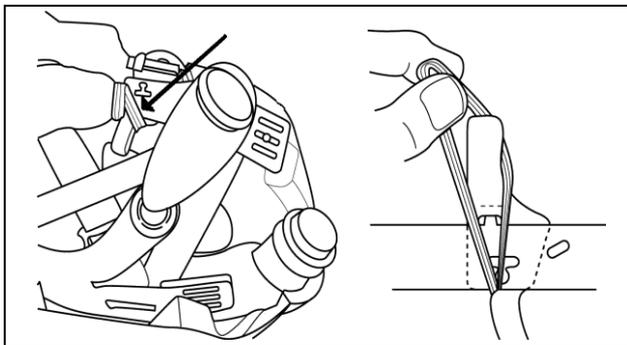

图 13a
- 将视窗置于放下 (关闭) 位置, 从头带的 “T” 形安装点上取下塑料面部密封衬卡件 (图 13a及b)。
- 拿起面部密封处的弹性拉环和将其拉起盖过头架头带同时将其安装到塑料卡件上 (图 13a)。